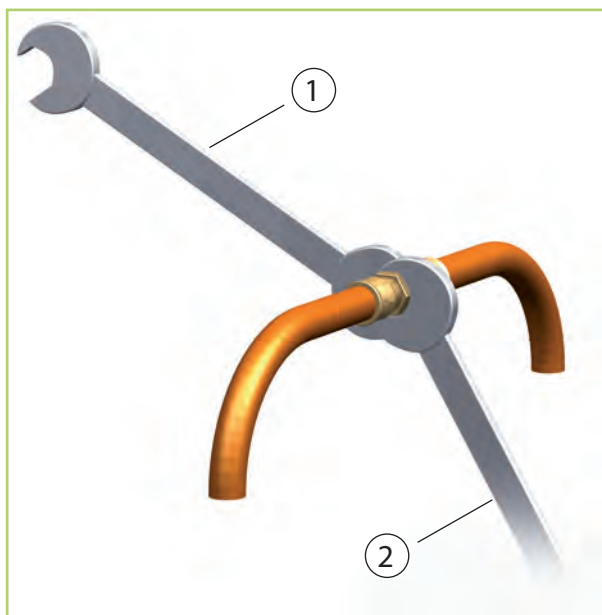

Abb. 47: Verschraubungen anziehen
- Die Verbindung der Kältemittelleitungen an den Geräteanschlüssen sollte zunächst per Hand erfolgen, um einen richtigen Sitz zu gewährleisten. Anschließend werden die Verschraubungen mit zwei passenden Maulschlüsseln befestigt. Es muss mit einem Schlüssel **gegengehalten** werden (Abb. 47).